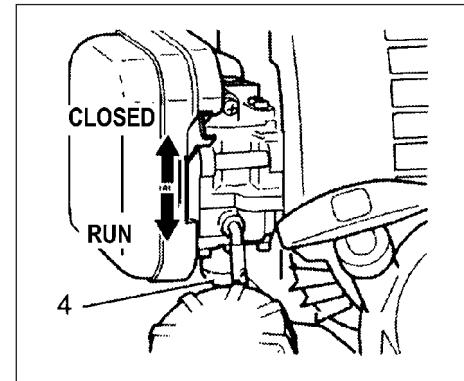

Fig. 2-3
*Presione varias veces el bulbo de cebador (4), de manera que el combustible fluya a través del bulbo o de la tubería de retorno (Si lo tiene equipado). (Fig. 2-3)
2. Poner la palanca del estrangulador en la posición cerrada (CLOSED). (Fig. 2-3)
4. Cuando se note que el motor tiende a arrancar, poner el estrangulador en la posición de funcionamiento (abierto). Tirar entonces energicamente del arrancador una vez más. (Fig. 2-3)